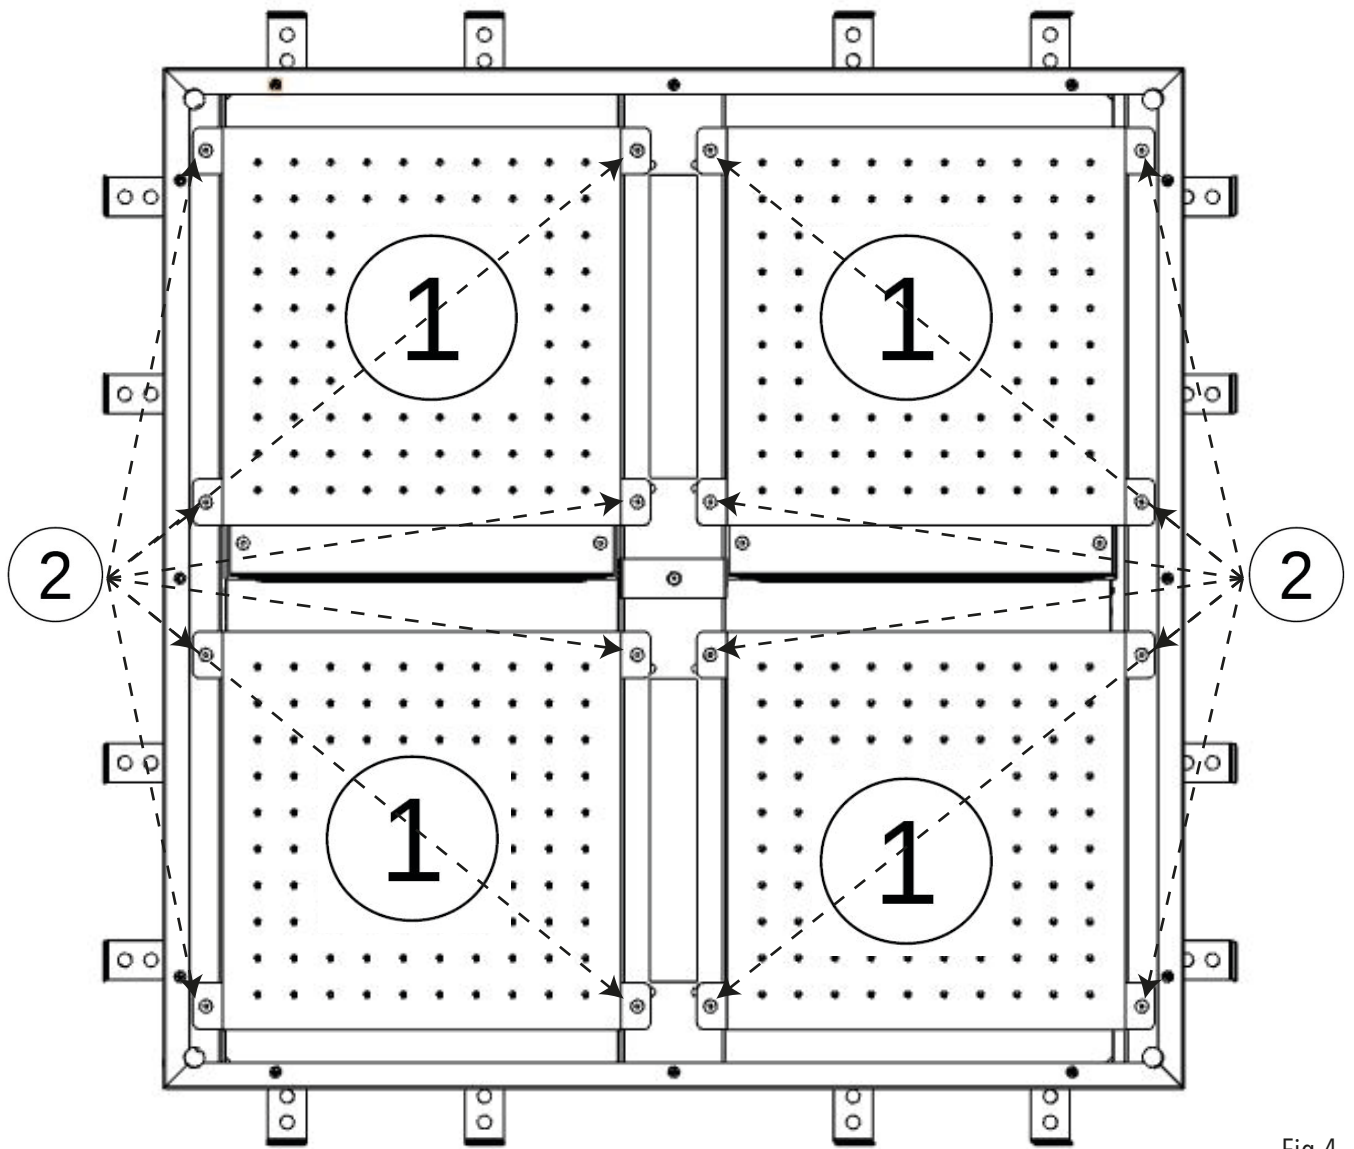

Fig.4
Provvederete all'alimentazione delle cascate, unitamente tra di loro, per poi alimentare gli elementi pioggia (1) della Fig.4 che è stata prevista e predisposta a coppie. Come dotazione di serie sono previsti gli accessori per alimentare le 4 funzioni pioggia con una sola alimentazione.
Dopo questo passaggio potrete provvedere ad avvitare le rispettive viti (2) della Fig.4.
Proceed to set up the water supply of the joined waterfalls and then the rain elements (1) as seen in Fig. 4, also arranged in couples. Accessories to supply all 4 rain functions on one single suply line are provided.
After this step you can fasten the screws (2) in Fig. 4.